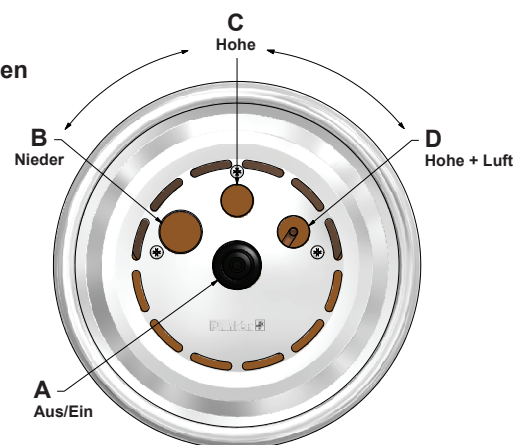

Abbildung 1.
8. Überprüfen Sie, dass die Drehrichtung der Pumpe mit der des Systems übereinstimmt. Öffnen Sie die Ventile. Füllen Sie die Pumpe vollständig mit Wasser, bevor sie mit der Drucktaste A (Abb. 1) auf der Edelstahl-Front gestartet wird.
9. Die Front kann ein schritt links oder rechts gedreht sein, um den Fluss zu regulieren und zu Belüftung erhalten in den Wasserstrahl (sehen sie Abb. 1).
Die Jet Swim-Pumpe wird durch Luftimpulse über den Taster A auf der Edelstahl-Front gestartet und gestoppt, siehe Abbildung 1.
Die Front kann ein schritt links oder rechts gedreht sein, um den Fluss zu regulieren und zu Belüftung erhalten in den Wasserstrahl (sehen sie Abb. 1):